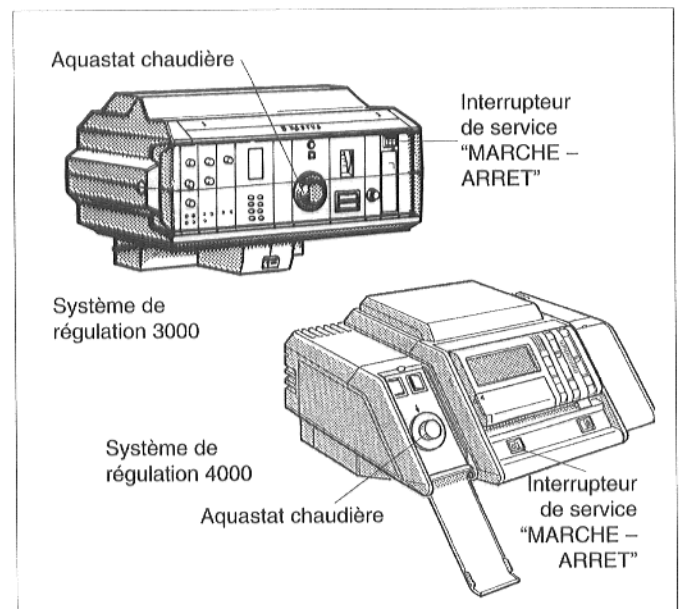

Fig. 31 : systèmes de régulation 3000 et 4000
- Mettre l'interrupteur de service (fig. 31) en position 0.